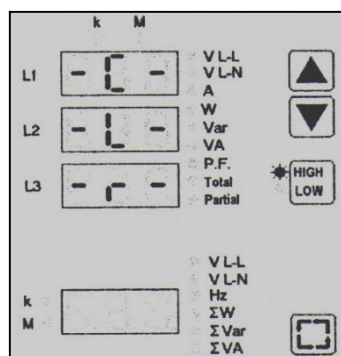

Fig. 13 Confirmación de Borrado
- La confirmación del borrado sobre el display viene expresado con el mensaje CLR (Cleared), fig. 13.